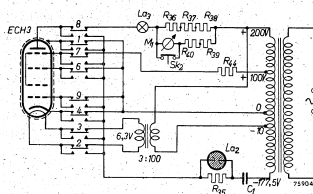
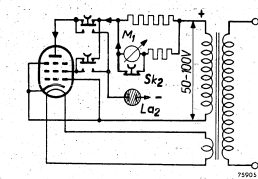

Fig. 5
Fig. 6
Ter verduidelijking van de werking is in fig. 5 als voorbeeld de schakeling aangegeven voor het meten van een ECH 3.
A. Allereerst moet de anode van het te onderzoeken buisgedeelte op lek of sluiting worden onderzocht. Men drukt hiertoe de knop in, die met de anode correspondeert; deze is aangegeven op het etiket van de bijbehorende meetkaart achter „Electrode“ (in fig. 5 knop 8). De op het etiket eventueel tussen haakjes geplaatste getallen verwijzen naar de anoden van andere buisgedeelten, waarvoor afzonderlijke meetkaarten aanwezig zijn. Indien de anode sluiting maakt met een van de andere elektroden, zal het neonlampje La_2 oplichten. In dat geval mag niet verder gecontroleerd worden.
Een uitzondering daarop vormen de buizen waarbij tijdens het meten het schermrooster van het te onderzoeken buisgedeelte is verbonden met de anode. Dit is te zien op de meetkaart van het desbetreffende buisgedeelte. Indien nl., zoals bij de meeste buizen met schermrooster het geval is, van groep IV het gat G_4 is geponst in de kolom voor het schermrooster van het te onderzoeken buisgedeelte (zie ook instructieboek), betekent dit, dat tijdens het meten het schermrooster wel afzonderlijk spanning krijgt toegevoerd (zie bijv. fig. 5). Wanneer geen gat G_4 is geponst wordt tijdens het meten het schermrooster verbonden met de anode (fig. 6). In dat geval is zowel bij anode als schermrooster het gat A geponst (zie bijv. in het instructieboek bij de EF 39, KL 1, KL 2, KL 5, UL 8, UL 1 enz.).